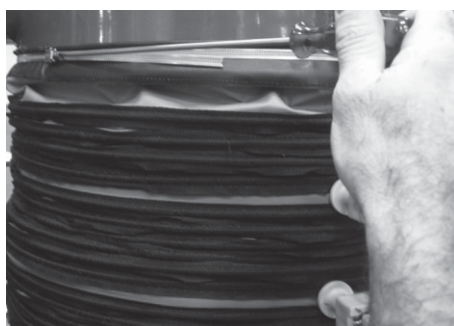

Fig. 13
| <p>8) Insert in order, the 12 mm diameter washer (pos.7, Fig.5) and the 12 mm diameter grower washer (pos.8, Fig. 5) in the M12x90 bolt (pos.6, Fig. 5). (Fig. 11).</p> <p>9) Tighten the M12 Autoblock nut (pos. 9, Fig.3) properly to the bolt to fix it firmly to the structure of the tie-rod for clamps. (Fig. 12)</p> <p>10) Repeat the operations described in points 4, 5, 6, 7, 8, 9 also for the other three clamps fixed externally on the upper bellows at 90 degrees to one another.</p> <p>11) Insert the end of the upper bellows properly in the joining cone, and fix it firmly using the fixing clamp (pos. 11, Fig.4). (Fig. 13)</p> | <p>8) Nacheinander folgende Teile auf den Schraubbolzen M12x90 (Pos. 6 Abb. 5) stecken: Unterscheibe mit 12 mm Durchmesser (Pos. 7 Abb. 5) und die Federscheibe mit 12 mm Durchmesser (Pos. 8 Abb. 5). (Abb. 11)</p> <p>9) Die selbstsperrende Mutter M12 (Pos. 9 Abb. 3) fest auf dem Schraubbolzen anziehen, um diesen fest an der Struktur des Gurtzugankers zu befestigen (Abb. 12).</p> <p>10) Die unter den Punkten 4,5,6,7,8,9 beschriebenen Arbeiten für die drei anderen Gurte wiederholen, die außen am oberen Balg um 90 Grad versetzt befestigt sind.</p> <p>11) Das Ende des oberen Balgs gut in die Verbindungstasse stecken und sicher befestigen, wozu man den Befestigungsgurt (Pos. 11 Abb. 4) verwendet (Abb. 13).</p> |
| <p>8) Enfiler dans l'ordre la rondelle diamètre 12 mm (pos.7, fig.5) et la rondelle grower diamètre 12 mm (pos.8, fig. 5) dans le boulon M12x90 (pos.6, fig. 5). (Fig. 11).</p> <p>9) Serrer à fond l'écrou de sûreté M12 (pos. 9, fig.3) au boulon de manière à le fixer solidement à la structure du tirant pour bandes. (Fig. 12).</p> <p>10) Répéter les opérations décrites aux points 4, 5, 6, 7, 8, 9 même pour les autres bandes fixées à l'extérieur du soufflet supérieur à 90 degrés l'une de l'autre.</p> <p>11) Enfiler correctement l'extrémité du soufflet supérieur sur le cône de jonction, et le fixer solidement en utilisant le collier de fixation (pos. 11, fig.4). (Fig. 13).</p> | <p>8) Infilare nell'ordine la rondella diametro 12 mm (pos.7, fig.5) e la rondella grower diametro 12 mm (pos.8, fig. 5) nel bullone M12x90 (pos.6, fig. 5). (Fig. 11).</p> <p>9) Avvitare ben stretto il dado Autoblock M12 (pos. 9, fig.3) al bullone in modo da fissarlo saldamente alla struttura del tirante per fasce. (Fig. 12)</p> <p>10) Ripetere le operazioni descritte nei punti 4,5,6,7,8,9 anche per le altre tre fasce fissate esternamente al soffietto superiore a 90 gradi una dall'altra.</p> <p>11) Infilare per bene l'estremità del soffietto superiore al cono di giunzione, e fissarlo ben saldo utilizzando la fascetta di fissaggio (pos. 11, fig.4). (Fig. 13)</p> |